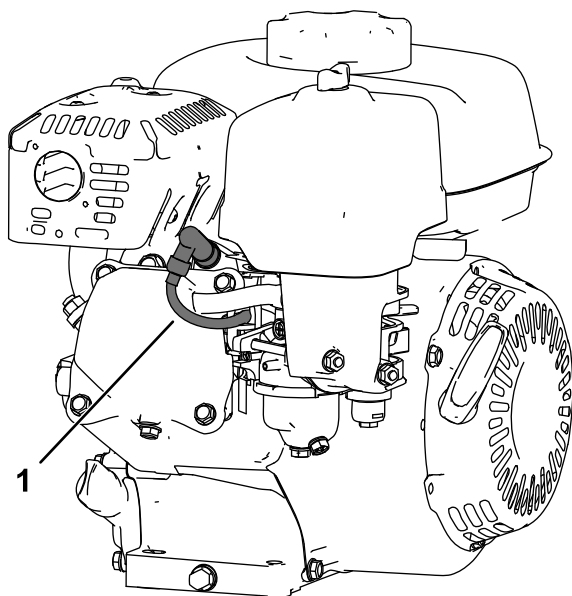

Bild 13
5. Ziehen Sie den Kerzenstecker ab (**Bild 13**).